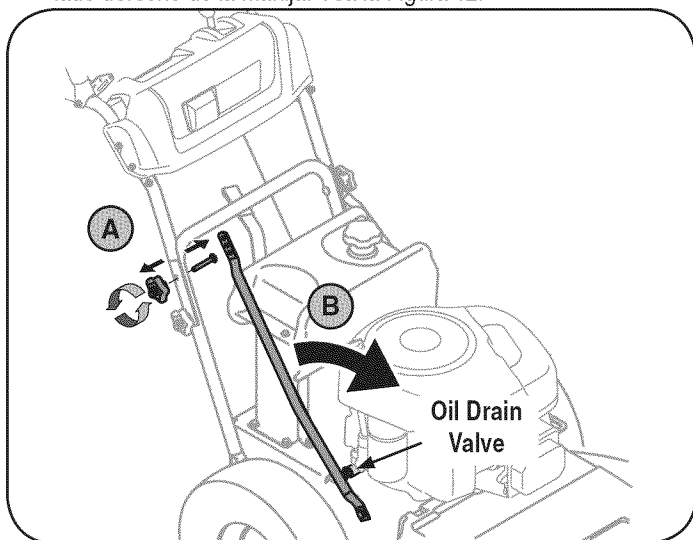

Figura 12
6. Extraiga la perilla en estrella superior y el tornillo del carro del lado derecho de la manija. Vea la Figura 12.
7. Gire el tubo de soporte hacia el frente para tener lugar para conectar la manguera de drenaje de aceite a la válvula de drenaje. Vea la Figura 12.